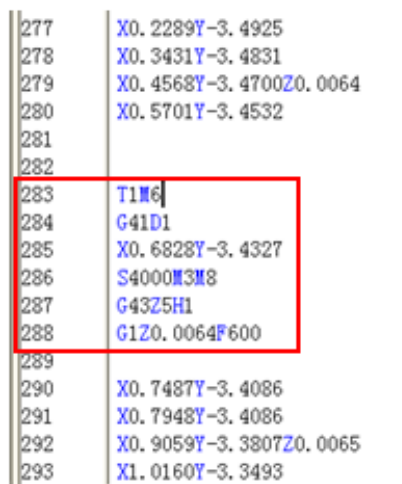

图5
如图 5，从 282 行到 288 行为加入模态时手动添加的程序，将这些程序加到原路径 284 的前三行即 281 行的位置（可参照图 3 中的原路径）。
4. 根据计算模态显示的刀具号，将当前刀号写进程序中，即 TIM6，由于程序中有半径补偿，所以需要在加工前将半径补偿加进去，这样将不会出现过切的情况，可以把记录行前三行处的的 XY 坐标值记录下来，并根据模态显示信息在该行的上一行写入 G41D1，（如图 5）这样可以让主轴在安全位置定位到下刀点的正上方。
5. 打转速并把冷却开启。（如图 5）